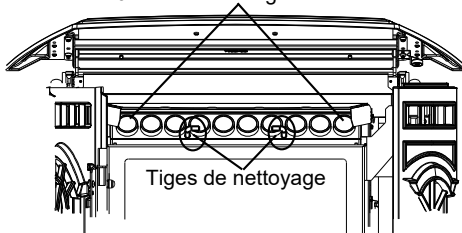

Figure 20.1
- Localisez les 2 tiges exposées situées directement sous les tubes des échangeurs de chaleur (**Figure 20.1**).